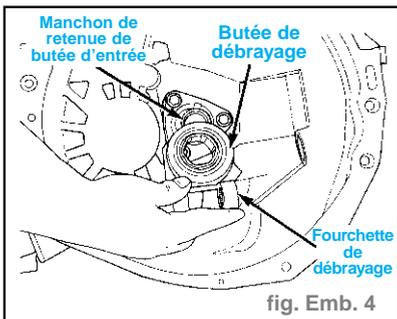

fig. Emb. 4
- Déposer la fourchette du plateau de butée (fig. Emb. 4)